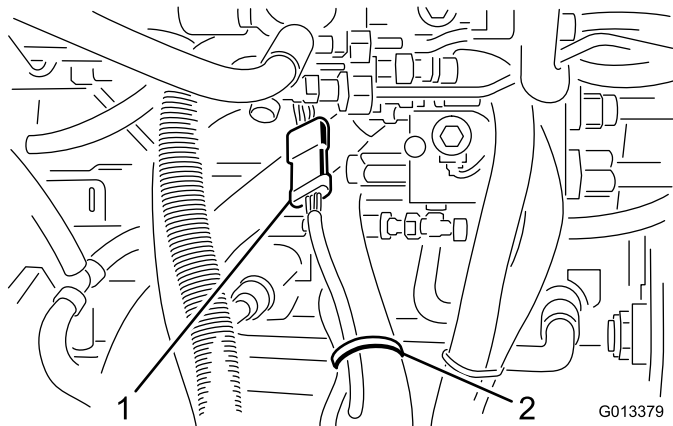

**Figura 3**
5. Desconecte las mangueras hidráulicas de los cilindros de elevación de las carcasas laterales (Figura 3).